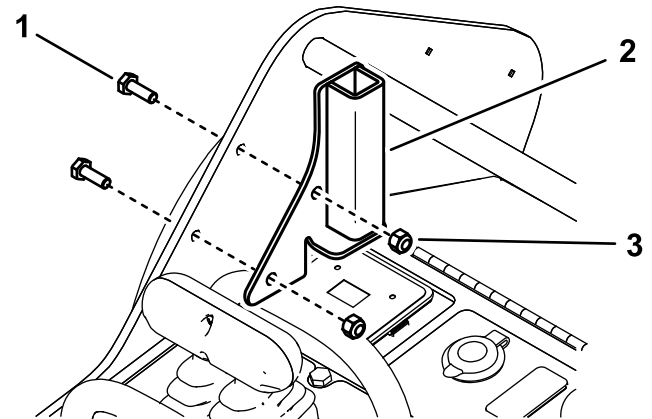

Figura 7
3. Montate la staffa di protezione sinistra sulla struttura sinistra servendovi di 2 bulloni (1/4 x 3/4 poll.) e 2 dadi di bloccaggio (1/4 poll.) come illustrato nella Figura 7.
- Montate la staffa di protezione destra sulla struttura destra servendovi di 2 bulloni (1/4 x 3/4 poll.) e 2 dadi di bloccaggio (1/4 poll.), analogamente a Figura 7.